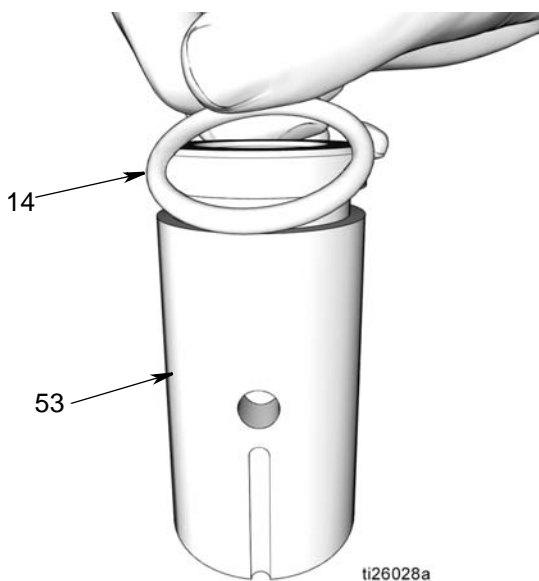

FIG. 40
- a. Utilizzare un panno pulito per pulire la manica dell'elemento della pompa (53) e rimuovere sporco o contaminanti. Ispezionare la superficie per verificare l'eventuale presenza di graffi e/o danni.
- b. Applicare un sottile strato di grasso all'O-ring (14). Installare l'O-ring attorno alla manica dell'elemento della pompa (53) (FIG. 40).